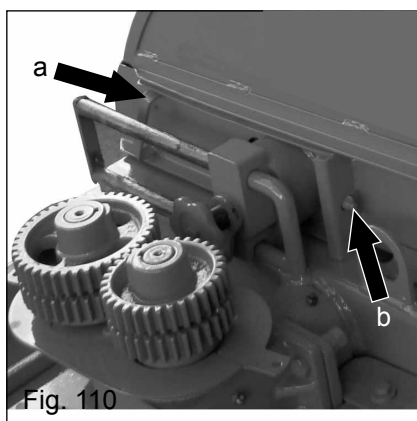

Fig. 110
a) Retire a porca borboleta ("a" Fig. 110), logo em seguida puxe a tampa de proteção ("b" Fig. 110);
h) Finalmente coloque na posição a tampa de proteção fixando com a porca-borboleta ("a" Fig. 110).